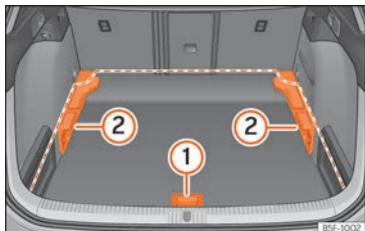
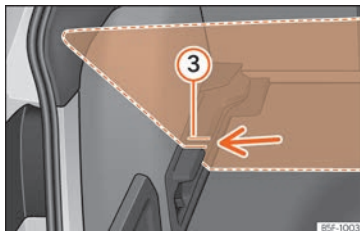

Abb. 193 Variabler Gepäckraumboden: Positionen.
Abb. 194 Variabler Gepäckraumboden: geneigte Kerben.
- Heben Sie den Boden am Griffstück » Abb. 193 ① an und ziehen Sie ihn nach hinten, bis der vordere Teil vollständig über den Trägern ② liegt.
- Den Gepäckraumboden nun bis zum Anschlag an den Rücksitzlehnen nach vorne schieben und mit Hilfe des Haltegriffs ① absenken.
- Heben Sie den Boden am Haltegriff » Abb. 193 ① an und ziehen Sie ihn nach hinten, bis der vordere Teil des Bodens über den geneigten Kerben » Abb. 194 ③ liegt.
- Bewegen Sie den Boden nun mithilfe des Griffstücks über diese Kerben ① bis an die Rücksitzlehnen heran, sodass der Boden schließlich auf den Kerben aufliegt.